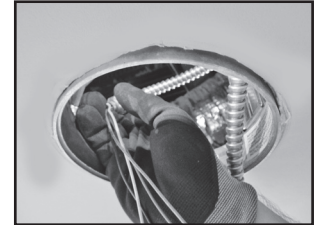

Figura 12
- Pase los cables de alimentación desde la unidad del controlador adaptador a través del expulsor que se extrajo en la caja de derivación e inserte el conector de colocación a presión en la caja de derivación (Figura 12).